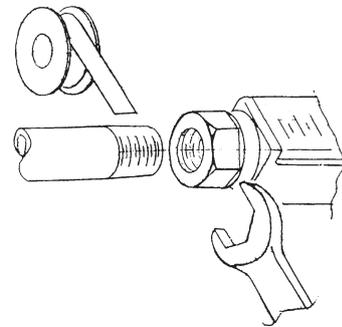

図1 固定、シールテープ
- (1) 流体中に気泡が混入しないような場所を選定してください。
- (2) 配管内をフラッシングして、配管内の異物を除去後にフローモニタを取付けてください。
- (3) 流体中に鉄粉が混入している場合は、フローモニタ上流側にマグネットストレーナーを設けて、鉄粉を除去してください。
- (4) フローモニタの取付方向は計器に示されている流れ方向に合わせてください。
- (5) フローモニタを配管に接続する時、締め付けトルクが直接ハウジングに加わらないように、接手部をスパナなどで固定して締め込んでください。
- (6) ねじ込み部分に使用するシールテープが、配管に流れ込まないように注意してください。シールテープは1~2mmはなれたところに巻きますと、配管への流れ込みが防げます。(図1参照)